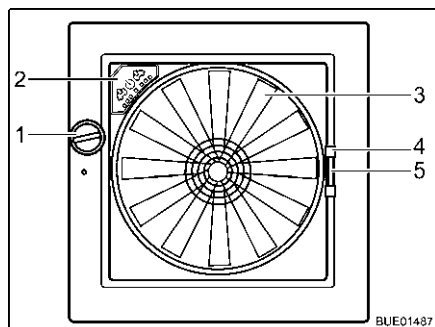

Bild 100 Dachhaube Omni-Vent
- Öffnen:** ■ Drehknopf (Bild 100,1) drehen, bis der gewünschte Öffnungswinkel erreicht ist.
- Schließen:** ■ Drehknopf (Bild 100,1) drehen, bis Dachhaube vollständig geschlossen ist.
- Schließen:** ■ Insektenschutz am Griff (Bild 100,4) zur gegenüberliegenden Rahmenseite ziehen.
- Schließen:** ■ Griff (Bild 100,5) der Verdunklung zusammendrücken.
Ventilator Wenn die Dachhaube geöffnet ist, kann der Innenraum mit dem 6-stufigen Ventilator (Bild 100,3) belüftet und entlüftet werden. Der Ventilator wird am Bedienfeld (Bild 100,2) bedient.